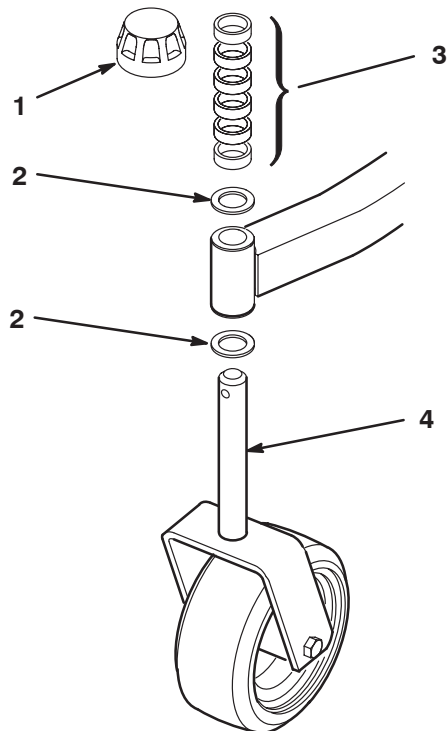

Figure 2
1. Retirez les chapeaux de tension des axes de pivot et retirez les entretoises et les rondelles de butée (Fig. 2 et 3).